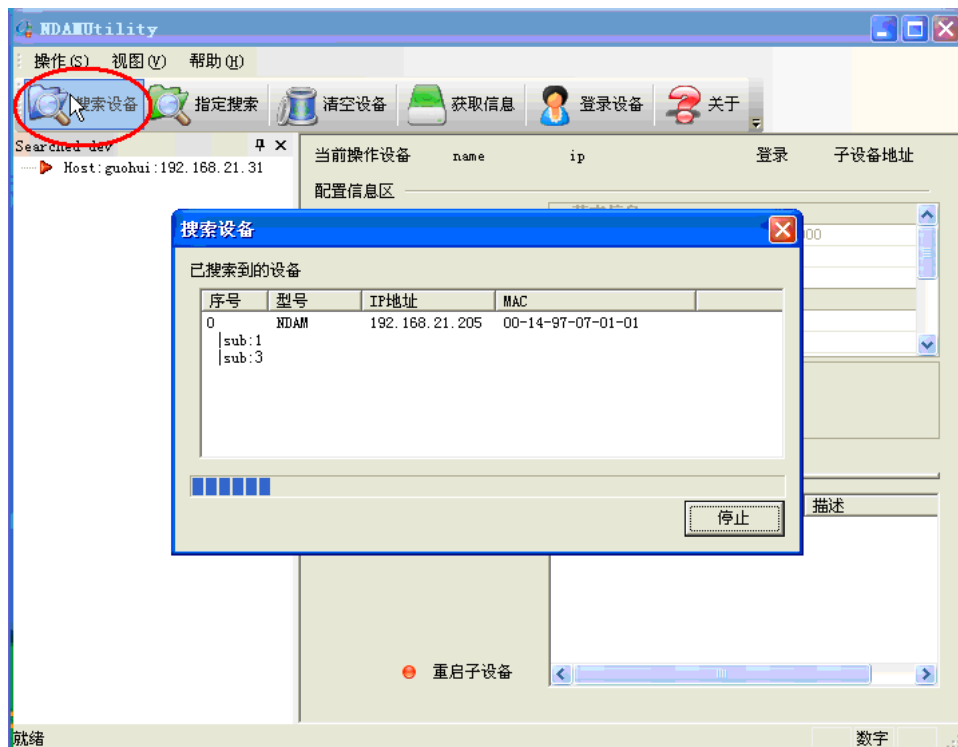

图 4.3 搜索设备
② 单击界面上的“搜索设备”按钮，进行设备搜索，如图 4.3 所示。